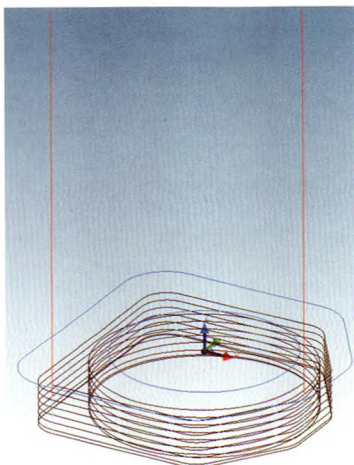

图6 粗加工轨迹
(4) 加工正面94mm宽的凹台:使用线框造型加工,把齿轮先铣成 $\phi 47\text{mm}$ 的圆,凹台中最窄处为13mm,加上两边留余量,只能使用 $\phi 10\text{mm}$ 的刀具加工。粗加工使用平面区域命令,环切加工从里向外,加工高度为-15~0mm,层高0.5mm,行距5mm,下刀方式选择螺旋半径2mm,节距0.5mm,切削参数为转速3 000r/min、进给速度2 000mm/min,刀具轨迹如图6所示。